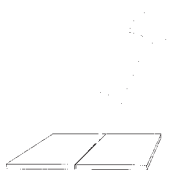

fig. 17
- een ruim voldoende lijmril aanbrengen : best brengt u deze beurtelings in de twee richtingen de lijm aan (fig. 17)